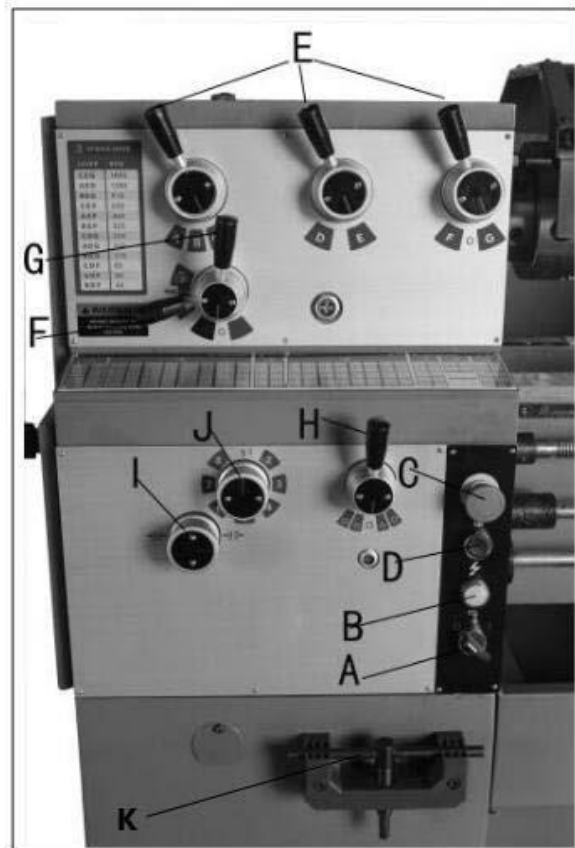

Рисунок 14
**Переключатель подачи охлаждающей жидкости (А, рис. 14)** – включает и выключает насос охлаждающей жидкости.
**Лампа-индикатор подачи энергии (В, Рис. 14)** – загорается, когда станок подключен к питанию.
**Переключатель экстренной остановки (С, Рис. 14)** – при нажатии прекращаются все функции машины.
**Переключатель для толчкового движения шпинделя (D, Рис. 14)** – нажать и отпустить для кратковременного движения шпинделя.
**Рычаги изменения скорости передней бабки (Е, Рис. 14)** - Расположены на передней части бабки. Для нужной настройки перемещайте рычаги в соответствии с таблицей скоростей.
**Рычаг направления ходового винта/ходового вала (F, Рис. 14)** - расположен на передней части передней бабки. Поворот рычага вверх приводит к перемещению каретки к задней бабке; поворот рычага вниз приводит к перемещению каретки к передней бабке (когда патрон вращается вперед или против часовой стрелки). Не перемещайте рычаг во время работы машины.
**Рычаг переключения ходового винта/ходового вала (G, Рис. 14)** расположен
**Рычаг переключения резьбы (H, Рис. 14)** – расположен на передней части коробки скоростей. Используется при настройке для выбора подачи и резьбы. Положения "F" и "D" для ходового вала. Позиции "E" и "C" для винтового вала. Позиция "0" - нейтральная.
**Ручка блокировки (I, рисунок 14)** - расположена на передней части коробки скоростей. С помощью этой ручки в положении «6 часов» можно отрегулировать ручку селектора скорости /подачи (J, рис.14). С помощью **ручки в положении «12 часов»** ручка селектора скорости /подачи (J, рис.14) заблокирована.
**Ручка управления скоростью /подачей (J, рис.14)** расположена на передней части коробки передач. Используется для настройки подачи и резьбы.